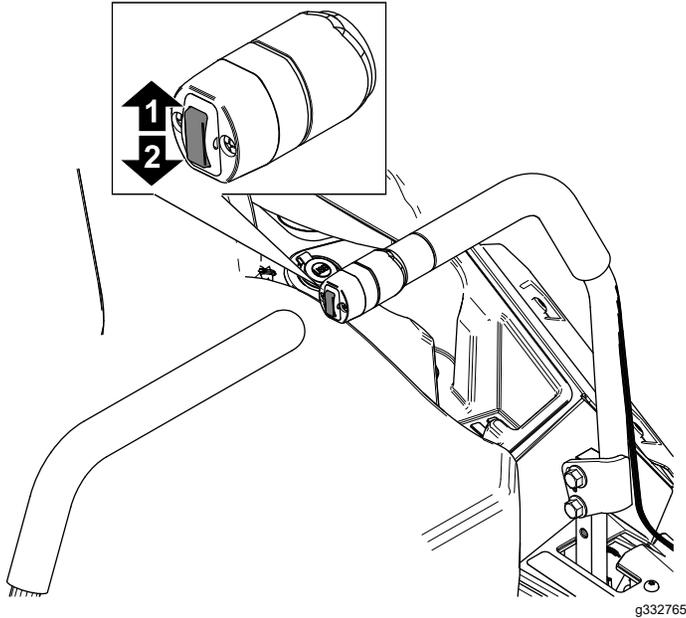

Bild 23
1. Drücken Sie den Mähwerkhubschalter nach oben (Bild 23).